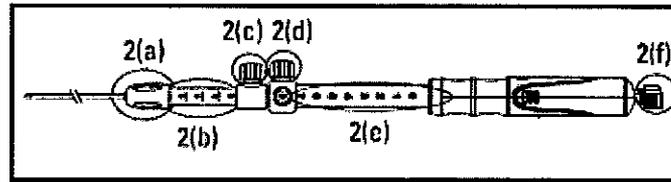

Figura 2. Aguja de aspiración
2. Compruebe que la aguja esté totalmente retraída y que el bloqueo de ajuste de la aguja (**Figura 2(d)**) esté fijado en la posición cero (**Figura 2(e)**).
3. Determine la longitud de la vaina adecuada en relación con la longitud del ecoendoscopio. Utilice el bloqueo de ajuste de la vaina (**Figura 2(c)**) para establecer la longitud deseada de la vaina y fijarla en su posición. Gire el bloqueo de ajuste de la vaina en el sentido de las agujas del reloj para fijar la vaina en su posición. La punta distal de la vaina debe ser visible en la imagen endoscópica.
Nota: los números de referencia y las marcas en el indicador de ajuste de la vaina (**Figura 2(b)**) sólo se muestran como referencia.
6. Siga haciendo avanzar el dispositivo hasta que salga del ecoendoscopio y la vaina se pueda ver en la imagen endoscópica. Apriete la conexión luer (**Figura 2(a)**) girándola en el sentido de las agujas del reloj para conectar el dispositivo al puerto del canal de trabajo del ecoendoscopio.
Nota: si es necesario ajustar la longitud de la vaina, afloje el bloqueo de ajuste de la vaina (**Figura 2(c)**) y vuelva a colocarlo con el punto de referencia adecuado.
8. Ajuste la profundidad de penetración de la aguja a la posición deseada mediante el bloqueo de ajuste de la aguja (**Figura 2(d)**). Para controlar la profundidad de la penetración de la aguja en el objetivo, afloje el bloqueo de ajuste de la aguja girando el mando en el sentido contrario al de las agujas del reloj. Alinee el bloqueo de ajuste de la aguja con el número de referencia adecuado en el mango del dispositivo. Fíjelo girando el bloqueo de ajuste de la aguja en el sentido de las agujas del reloj.
Nota: los números de referencia del indicador de profundidad de la aguja (**Figura 2(e)**) sólo se muestran como referencia. Los números de referencia representan la extensión de la aguja (en centímetros) cuando el dispositivo está en posición recta.
10. Extraiga el estilete (**Figura 2(f)**) del puerto de aspiración del dispositivo aflojando y tirando suavemente de éste para sacarlo del mango del dispositivo.
Nota: el estilete se puede enrollar y sujetar mediante el mecanismo de presilla de la tapa del estilete (figura 2(f)). El estilete debe guardarse para realizar introducciones adicionales de la aguja durante un mismo procedimiento.
2. Conecte la jeringa suministrada al puerto de aspiración (figura 2(f)) del mango del dispositivo.
2. Conecte la jeringa suministrada al puerto de aspiración (figura 2 (f)) del mango del dispositivo.